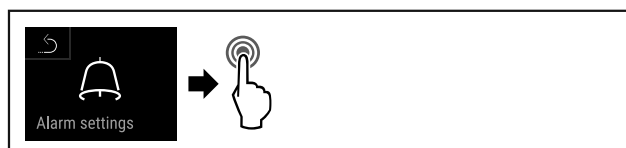

Fig. 150
- ▶ Eseguire i passi (vedere Fig. 150).